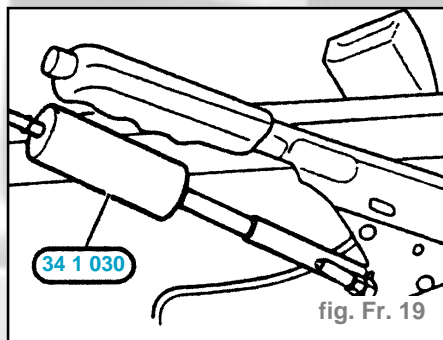

fig. Fr. 19
- Desserrer les contre-écrous et les dévisser avec les écrous de réglages (fig. Fr. 19).
- Desserrer les contre-écrous et détendre entièrement les câbles (fig. Fr. 19).